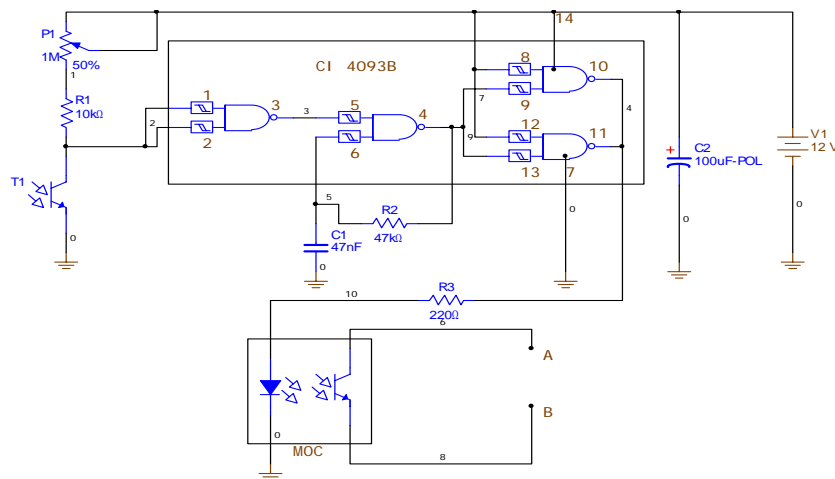
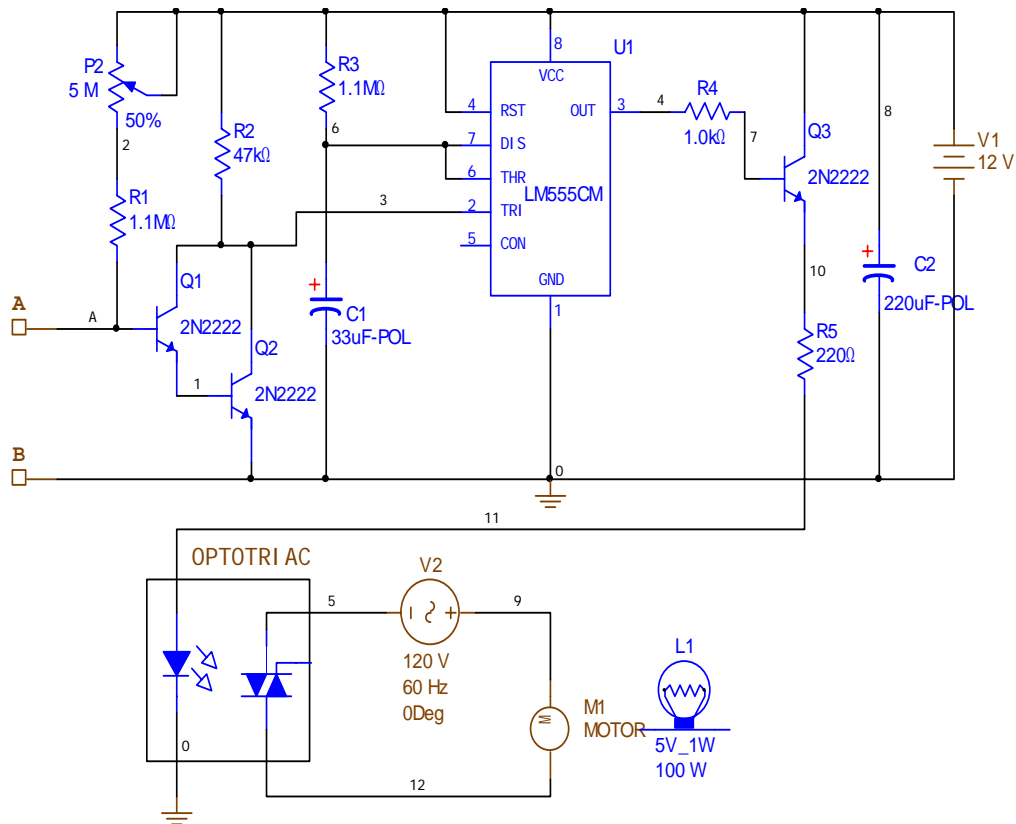

Figura 6.
Figura 7.
- g) Ajuste las fuentes de voltaje de alimentación a los valores que se muestran en los diagramas. Ajuste la sensibilidad del circuito mostrado en la figura 6 por medio del potenciómetro P1.
- h) Ajuste la sensibilidad del circuito mostrado en la figura 7 por medio del potenciómetro P2. Acople las terminales de salida marcadas como A y B en el MOC (figura 6) con las entradas A y B del circuito mostrado en la figura 7, guardando la debida correspondencia.